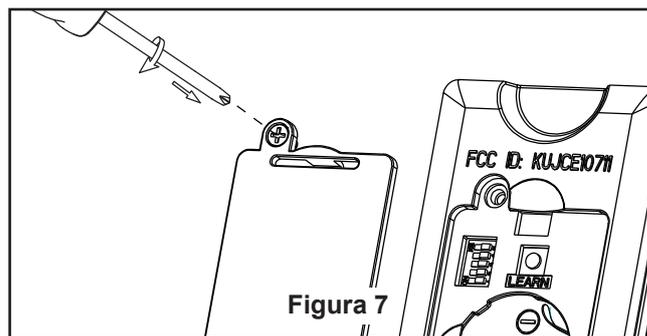

Figura 7
7. Monte el cubierta que cubre el interruptor en la cubierta interior interruptor girándolo en el sentido de las agujas del reloj. (Figura 7)
9. Vuelva a colocar la cubierta de la batería en el mando a distancia con un tornillo retirados previamente. (Figura 7)